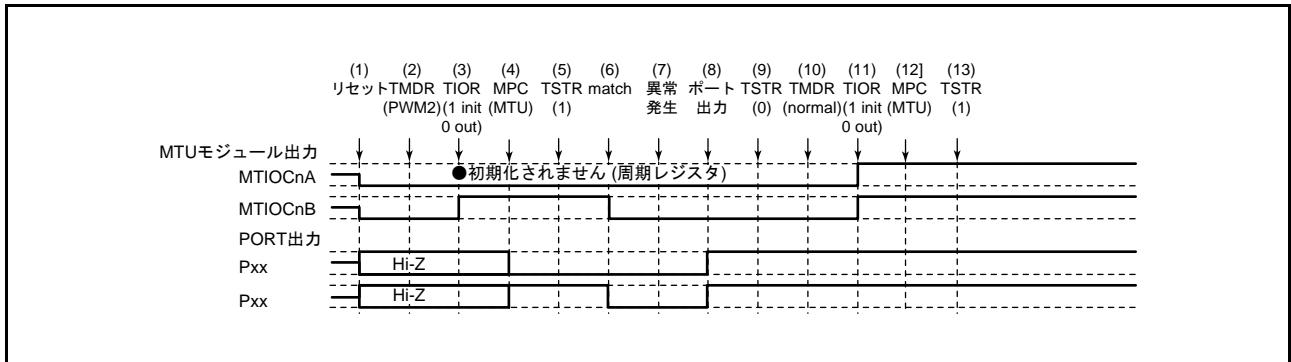

図 22.139 PWM モード 2 で異常が発生し、ノーマルモードで復帰する場合
PWM モード 2 で異常が発生し、再設定後ノーマルモードで再スタートする場合の説明図を図 22.139 に示します。
(1) ~ (9) は図 22.139 と共通です。
(10) PWM モード 1 を設定します。
(11) TIOR レジスタで端子を初期化してください。なお、PWM モード 1 では MTIOCnB (MTIOCnD) 端子に波形が出力されません。出力すべきレベルがある場合は、I/O ポートのポート方向レジスタ (PDR)、ポート出力データレジスタ (PODR) で汎用出力ポートの設定をしてください。
(12) MPC と I/O ポートのポートモードレジスタ (PMR) で MTU 出力としてください。
(13) TSTR レジスタで再スタートします。
(1)～(9)は図 22.139 と共通です。
(10) PWM モード 2 で再スタートする場合には必要ありません。
(11) TIOR レジスタで端子を初期化してください。なお、PWM モード 2 では周期レジスタの端子に波形が出力されません。出力すべきレベルがある場合は、I/O ポートのポート方向レジスタ (PDR)、ポート出力データレジスタ (PODR) で汎用出力ポートの設定をしてください。
(10) 位相計数モードを設定します。
(11) TIOR レジスタで端子を初期化してください。